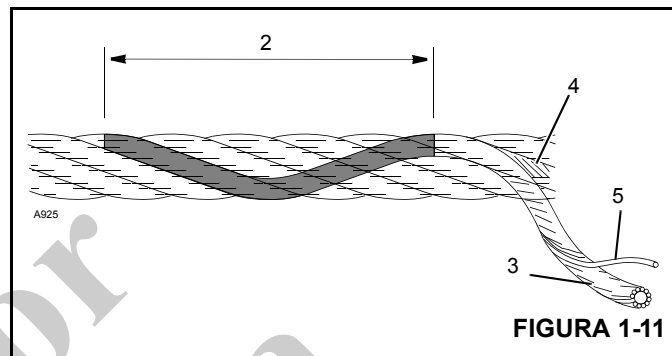

FIGURA 1-11
- Al buscar alambres rotos (5) Figura 1-11, alíe el cable, muévelo hacia afuera de los “puntos de recogida” y dóblelo lo más que se pueda. Los defectos del cable hacen referencia a la “longitud de sesgo” (2), que es la distancia medida a lo largo del cable en donde una trenza (3) logra una revolución completa alrededor del núcleo (4).